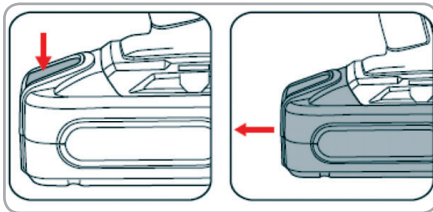

Fig.4
**Introducerea și deconectarea acumulatorului (fig.4):**